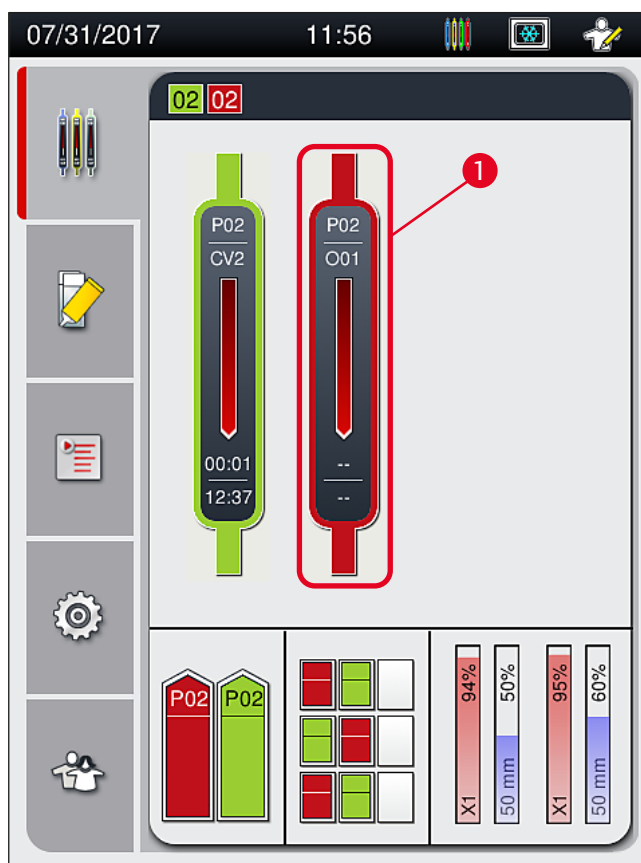
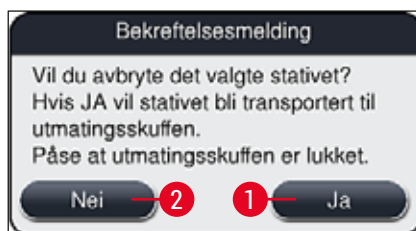

Fig. 78
Fig. 80
- ① Påsetting av dekkglass kan bare avbrytes ved hjelp av prosessstatusvisningen (→ Fig. 78).
Etter å ha trykket på knappen **Avbryt stativ** (→ Fig. 79-1) vises en informasjonsmelding (→ Fig. 80). Bekreft annulleringen med knappen **Ja** (→ Fig. 80-1) eller trykk på **Nei** (→ Fig. 80-2) for å gå tilbake til prosessstatusvisningen (→ Fig. 78).